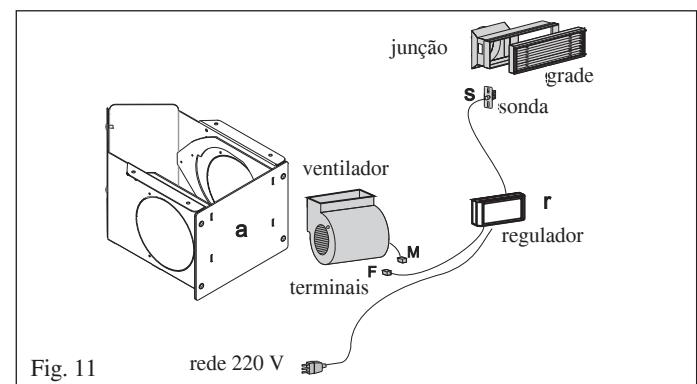
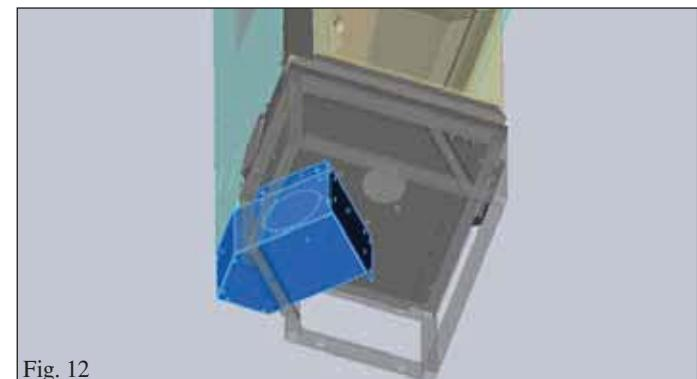

Fig. 11
Fig. 12
- A caixa de ar deve ser posicionada sob a base da lareira, em proximidade do ângulo cego criado pela mesma, fixada através dos 4 parafusos fornecidos (fig. 12).
- Retirar o painel desaparafusando os 4 parafusos (a - fig. 11)
- Ligar os conectores M e F (fig. 11) deixando o cabo passar a partir da abertura à direita ou à esquerda através da parte lateral da caixa.
- A partir do regulador (r - fig. 11) ligar o cabo de alimentação à tomada de corrente eléctrica.
- O cabo com a sonda (s - fig. 11) deve ser, por sua vez, ligado a um dos bocais (b - fig. 12) de saída do ar quente normalmente presentes na tampa.